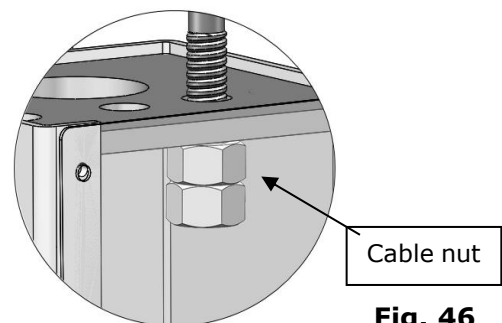

Fig. 46
1. Adjust synchronous cable (See Fig. 46)